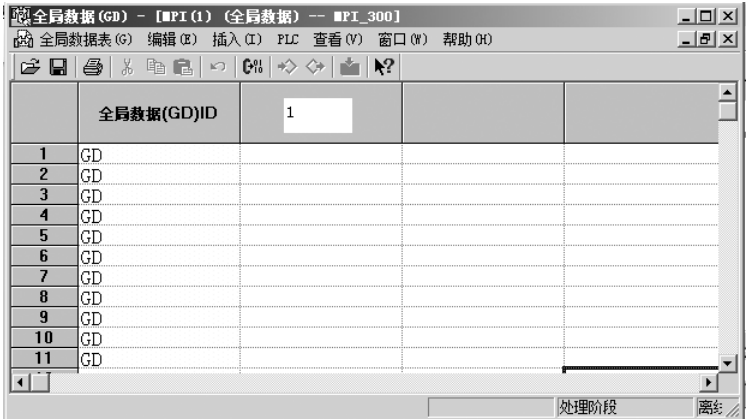

图 8-43 MPI 全局变量组态
9) MPI 全局变量组态。双击标记“1”处，如图 8-43 所示。